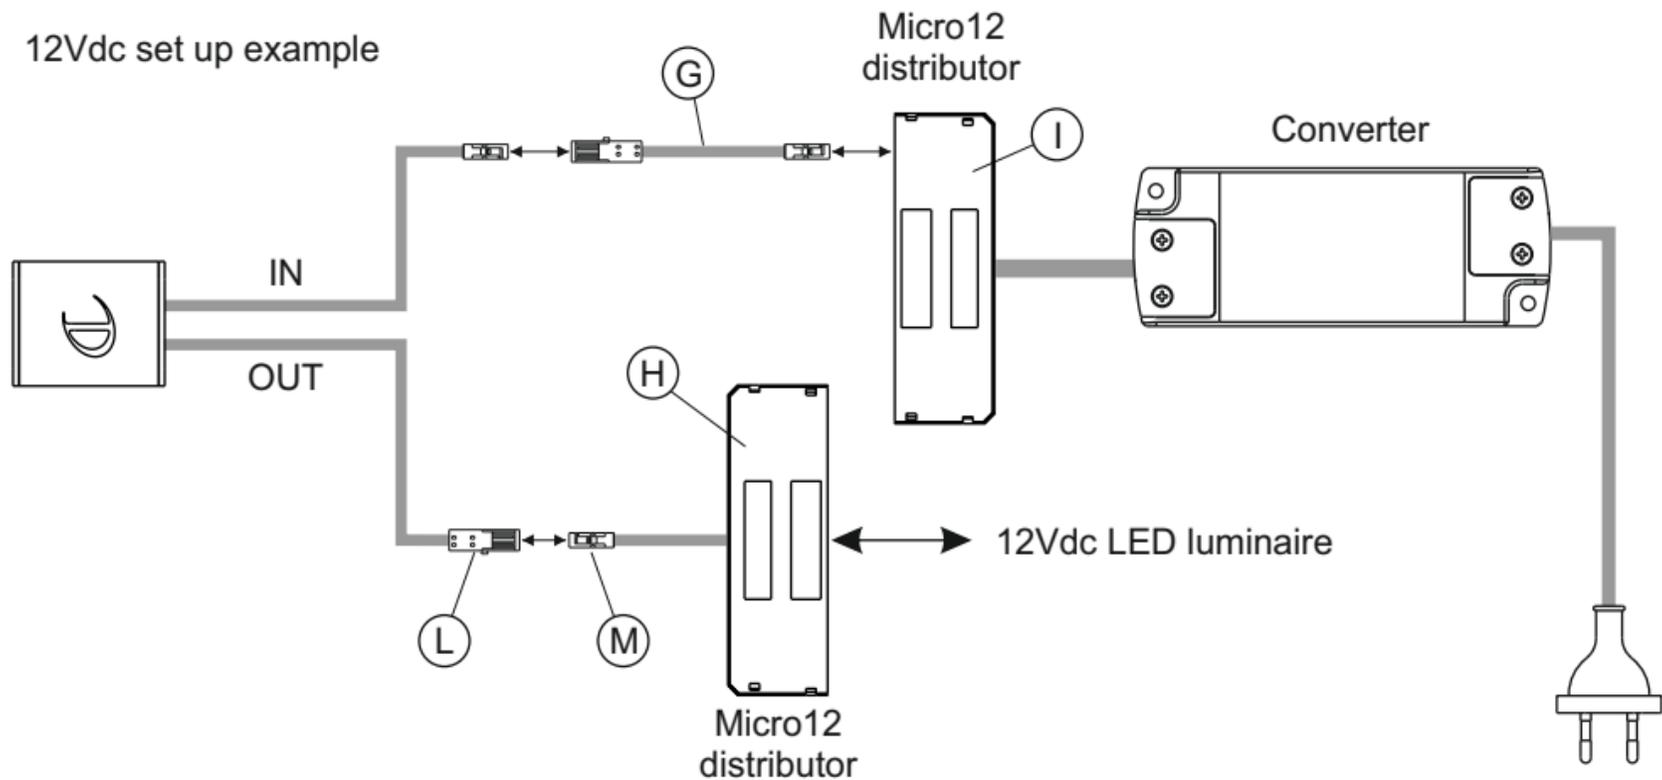

Fig 3
- For connection to a 12Vdc power supply (figure 3) use the adapter cable (G) and the Micro12 distributor (H) sold separately. Connect the **DOTTI** input cable (IN) to the adapter cable (G) and then to one of the free slots on the distributor (I) on the power supply secondary cable; then connect the connector (L) on the **DOTTI** output cable (OUT) to connector (M) on the Micro12 distributor cable (H)
- La connexion à une alimentation de 12 Vcc (figure 3) requiert l'utilisation du câble adaptateur (G) et du distributeur Micro12 (H) fournis séparément. Connecter le câble d'entrée (IN) de **DOTTI** au câble adaptateur (G) puis à l'une des encoches libres du distributeur (I) prévue sur le câble du secondaire de l'alimentation ; connecter ensuite le connecteur (L) du câble de sortie (OUT) de **DOTTI** au connecteur (M) du câble du distributeur Micro-12 (H).